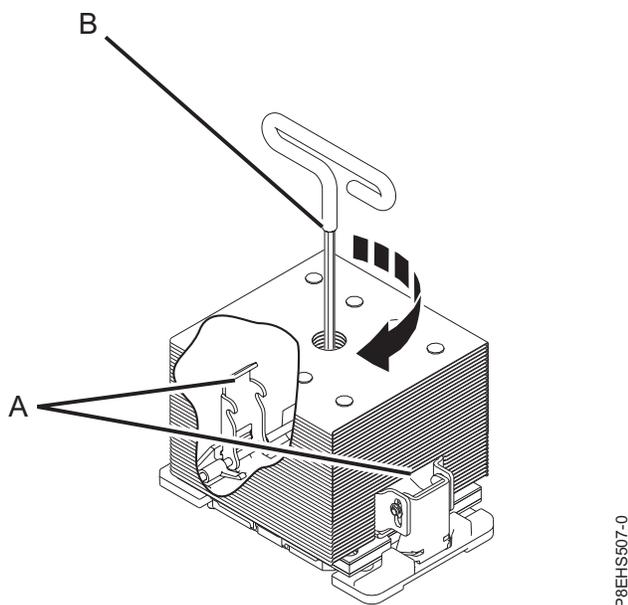

Figura 86. Apertando o parafuso de carga central no dissipador de calor
- a. Assegure-se de que os braços de carregamento do dissipador de calor estejam encaixados, conforme mostrado por **(A)** em Figura 86 na página 86.
- b. Aperte o parafuso de carregamento central usando a chave sextavada fornecida, conforme mostrado por **(B)** em Figura 86 na página 86 até que uma parada firme seja atingida. Se o dissipador de calor se move visivelmente, os braços de carregamento não estão encaixados. Solte o parafuso de carga central e repita esta etapa novamente.